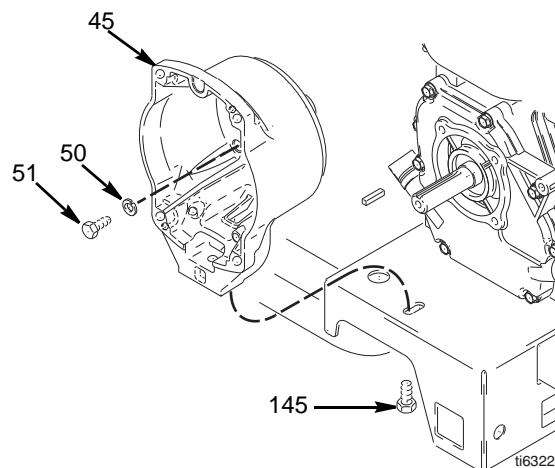

FIG. 11
3. FIG. 11. Afmonter koblingen (+) og koblingsforbindelserne (-) fra ledningssættet, der er placeret under sprøjtevognen.
2. FIG. 11. Fjern de fire skruer (51) og låseskiver (50), som fastgør koblingshuset (45) til motoren.
3. Fjern skruen (145) fra under monteringspladen.
4. Afmonter koblingshuset (45).
1. FIG. 11. Skub til koblingshuset (45).
2. Isæt de fire hovedskruer (51) og låseskiver (50), og fastgør koblingshuset (45) til motoren. Tilspænd med et moment på 22,6 Nm.
3. Isæt skruen (145) fra under monteringspladen. Tilspænd med et moment på 35,2 Nm.